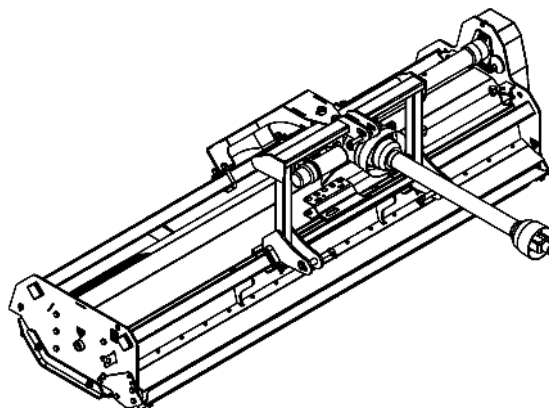

Рис. 1.10
- 1.5.1.18 Теперь машина готова к фронтальной навеске, см. Рисунок 1.10.